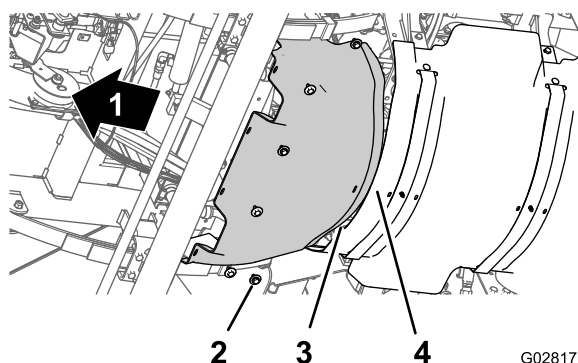

图 59
1. 将前隔热罩上的后凸缘与后隔热罩上的前凸缘对齐 图 59。
2. 将前隔热罩上的孔与底盘上的螺纹孔对齐 图 59。
3. 使用 拆下前隔热罩 \(页码 42\) 的步骤 3 中卸下的 6 个六角头螺栓和 6 个垫圈 图 59 将前隔热罩组装到机器上。